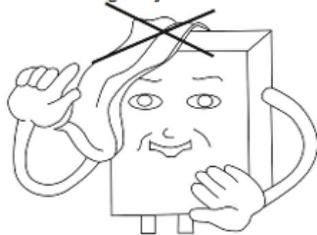

Fig.17
- No coloque toallas o ropa encima del calentador de agua (Fig. 17).